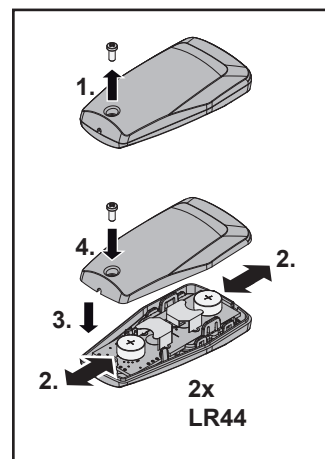

Fig. 2
**4.1 Introduction / Changement de la pile (fig. 2)**